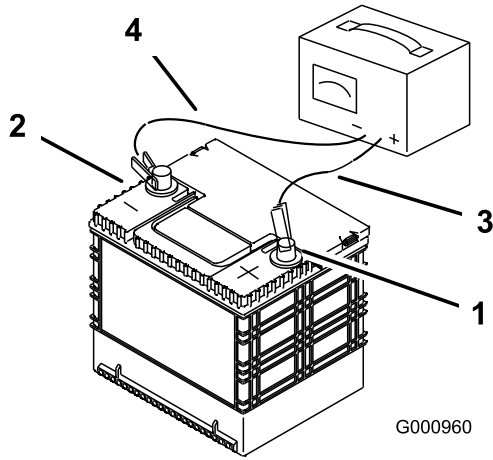

Figura 73
3. Cuando la batería esté completamente cargada, desconecte el cargador de la toma de electricidad, luego desconecte los cables del cargador de los bornes de la batería (Figura 73).